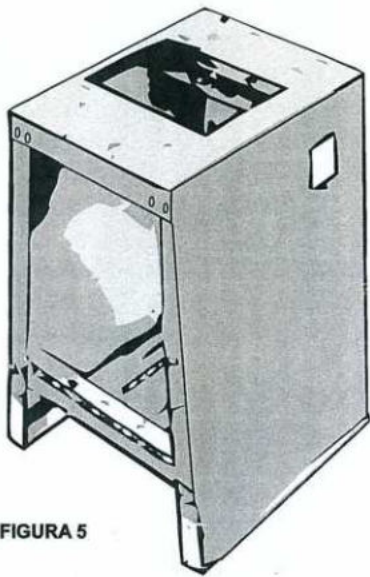

FIGURA 5
- 9) Localice la cubierta de la base (9) y diez pernos del carro (M), diez (10) tuercas hexagonales (R) y de diez (10) arandelas (N) de entre piezas sueltas de la bolsa.
- 10) Asegure la cubierta de la base a las patas de la base y a la barra de soporte del motor instalando los pernos de acarreo, las arandelas y las tuercas hexagonales. Apriete con la llave ajustable (figura 5).
- 11) Localice la barra de soporte (13), dos pernos de acarreo (M), dos tuercas hexagonales (R) y dos (2) arandelas (N) de entre piezas sueltas de la bolsa.